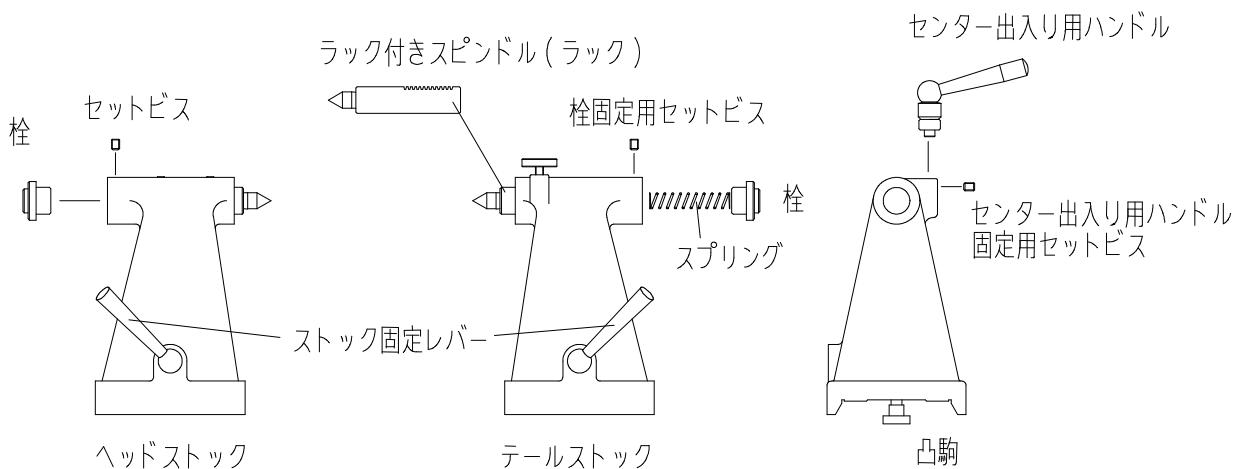

図 4. 凸駒・センター出入り用ハンドルの調整
- ① 図4のように栓固定用セットビスを緩めて栓を取り外してください。